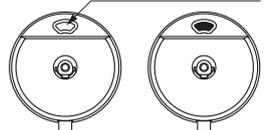

図3-4
- 施錠解錠表示の色が、解錠時「白」、施錠時「黒」になります。(図3-4参照)
- ①おでかけサムターンまたはエマージェンシーで施錠・解錠するには、(※3)のボタンを押し上げながらおでかけサムターン・エマージェンシーを差込み、表3-2にしたがって操作します。